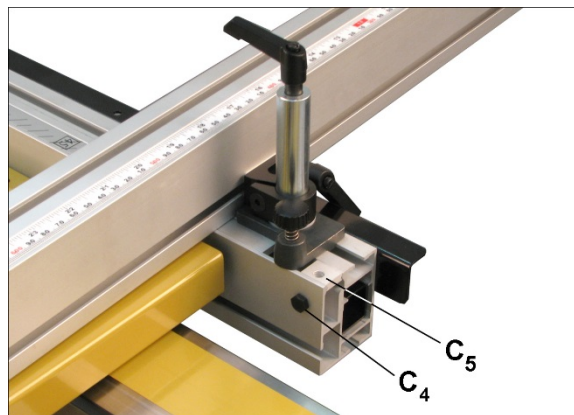

Рисунок 8-10
6. Ослабьте винт (С4, рисунок 8-10) и задвиньте фиксатор угла (С5) на направляющую настройки угла с задней стороны так, чтобы фиксирующий штифт вошел в отверстие.